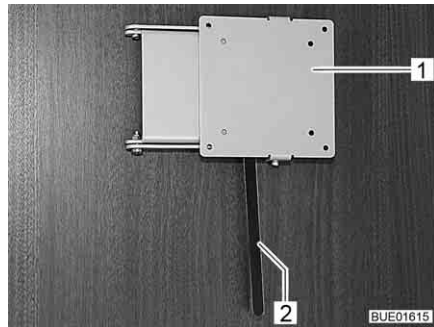

Fig. 90 Suporte com alavanca de destravar
- Empurre a alavanca de destravar (Fig. 90,2) para o lado e rode o suporte (Fig. 90,1) com o ecrã plano para a posição pretendida.
- Rode o ecrã plano para trás, até o suporte (Fig. 90,1) encaixar no dispositivo de bloqueio.